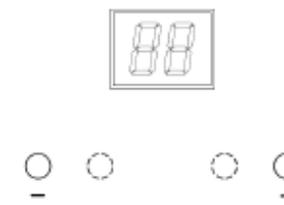

Рис. 9
2) Цифровой таймер. Цифровой таймер дает возможность программировать время отключения (до 99 минут) с точностью до минуты (Рис.9).